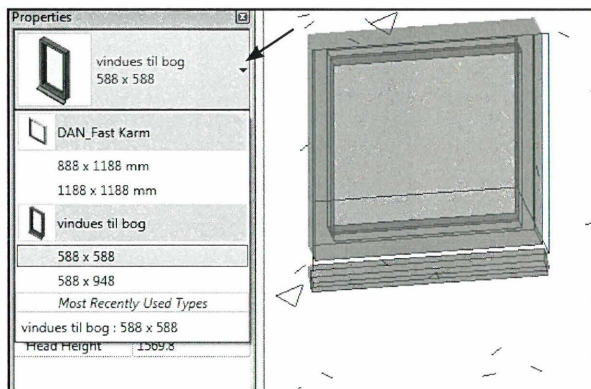

Fig. 08.125.
- Sæt vinduet i en væg og marker vinduet (Fig. 08.125).
- I *Properties* kan man nu vælge imellem de oprettede størrelser (Fig. 08.125).